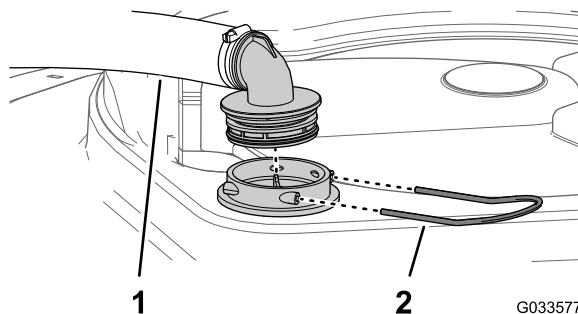

Рисунок 58
2. В верхней части бака опрыскивателя снимите держатель, который крепит шланговый штуцер, подсоединенный к большому шлангу, идущему от корпуса фильтра (Рисунок 58).
- Отсоедините шланг и шланговый штуцер от корпуса фильтра (Рисунок 58).